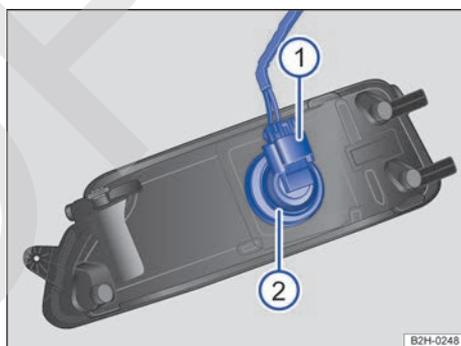

Fig. 194 Cambiar la lámpara del faro. ▶
5.	Desbloquee el conector → fig. 194  y desacóplelo.
6.	Gire el portalámparas → fig. 194  en el sentido de la flecha, en el sentido contrario al de las agujas del reloj, hasta el tope y extráigalo junto con la lámpara hacia atrás.
9.	Acople el conector → fig. 194  al portalámparas → fig. 194  . El conector debe encastrar de forma audible.